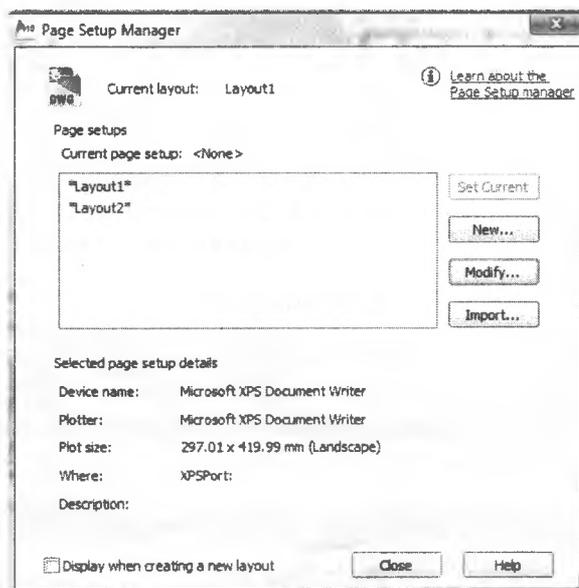

Рисунок 10.1
10.3. Настраиваем параметры листа (рис. 10.1) для печати. (File→Page Setup Manager→Modify).